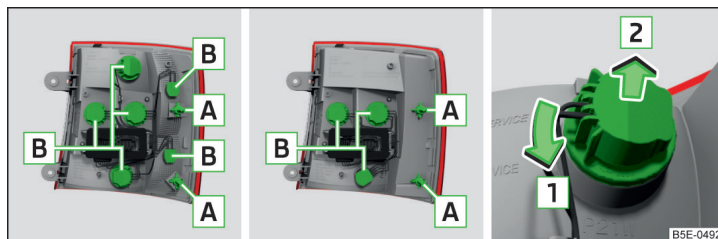

Fig. 229 Parte exterior de la lámpara: lámpara ambiente / lámpara con diodos LED
- Girar el portalámparas con la bombilla **[B]** en el sentido de la flecha **[1]** » fig. 229.